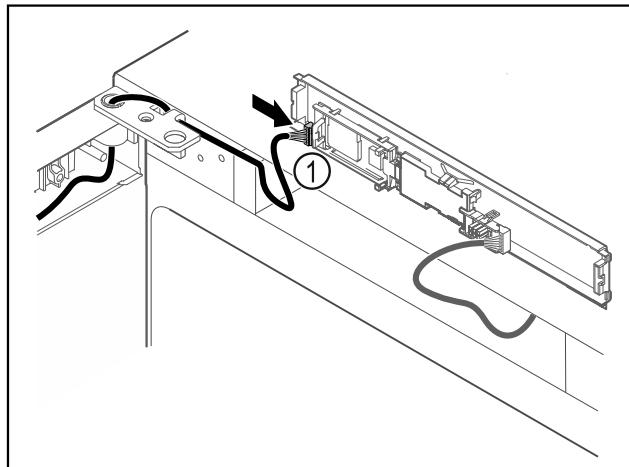

Fig. 65
- Zapojte zástrčku Fig. 65 (1) na doske plošných spojov.